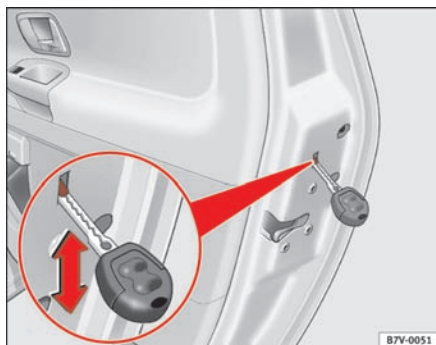

Fig. 59 Arm til børnesikring i venstre bagdør
- Vip armen i pilens retning med bilnøglen ⇒ **fig. 59**.